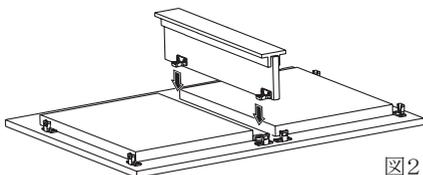

図2
- ▷ 図2: 天板中央にファン挿入用の補助板を取り付けます。